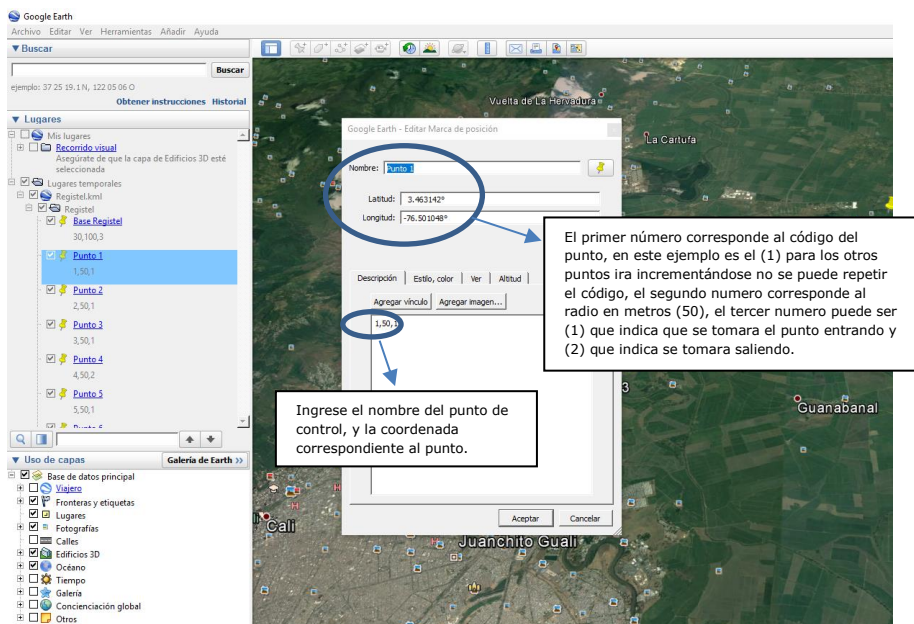

Figura 17.
- Tipo de punto: Los puntos de control pueden ser de varios tipos, (ver figura 17) :